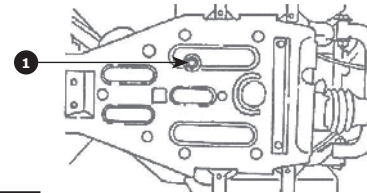

Рис. 58
3. Выньте масляный щуп и выкрутите сливную пробку **1** **Рис. 58** для слива масла из картера.